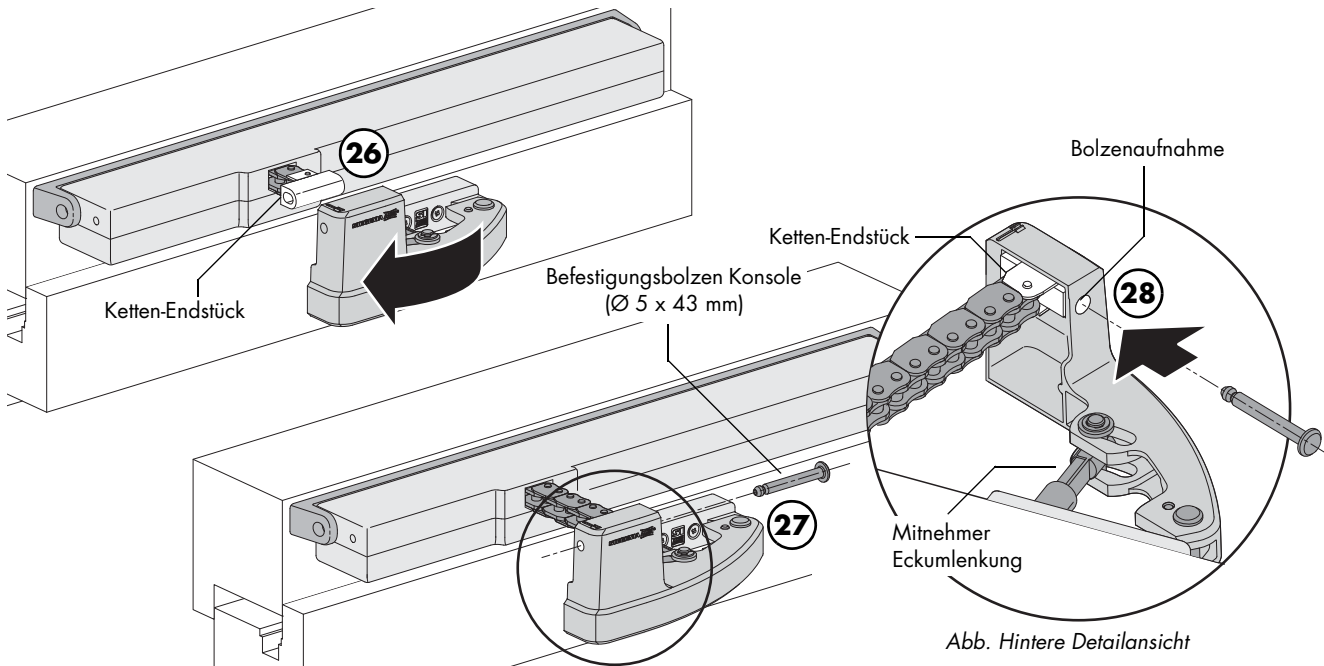

Abb. 26 - 28: Montage Kettenantrieb
- I. Kette des Kettenantriebs ca. 50 mm ausfahren und Konsole über das Ketten-Endstück drehen (Abb. 26).